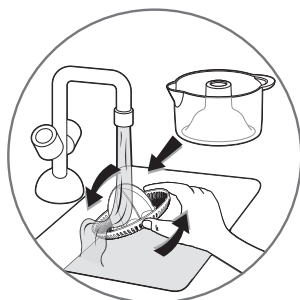

fig.3
- **Débranchez toujours l'appareil avant de nettoyer le bloc moteur (A).**
- Ne pas immerger le bloc moteur (A), ne pas le passer sous l'eau. Nettoyez le bloc moteur (A) à l'aide d'un chiffon humide. Séchez-le soigneusement.
- Nettoyez la verseuse (B) et le cône plastique (C) immédiatement après l'utilisation pour éviter que la pulpe ne colle (fig. 3).
- La verseuse (B), le cône plastique (C) et le couvercle de protection (D) peuvent passer au lave-vaisselle dans le panier du haut en utilisant le programme «ECO» ou «PEU SALE».
- **Always unplug the appliance before cleaning the motor unit (A).**
- Do not immerse the motor unit (A) or place it under running water. Clean the motor unit (A) with a damp cloth. Dry carefully.
- Clean the jug (B) and the plastic cone (C) immediately after use to avoid the pulp from sticking to them (fig. 3).
- The jug (B), the plastic cone (C) and the protective cover (D) may be cleaned in the dishwasher in the top tray using the « ECO » or « SLIGHTLY DIRTY » programme.
- Store with the protective cover (D) in place.
- Haal altijd de stekker uit het stopcontact voordat u het motorblok (A) gaat reinigen.
- Dompel het motorblok (A) niet onder of was het niet onder stromend water. Reinig het motorblok (A) met een vochtige doek. Droog het vervolgens zorgvuldig af.
- Reinig de kom (B) en de kunststof perskegel (C) onmiddellijk na gebruik om te voorkomen dat het achtergebleven vruchtvlees aankeft (fig. 3).
- De kom (B), de kunststof perskegel (C) en het beschermdeksel (D) kunt u in de bovenste korf van de vaatwasmachine wassen, waarbij u het programma "ECO" of "LICHT VERVUILD" gebruikt.
- Breng het beschermdeksel (D) aan wanneer u het apparaat opbergt.
- **Ziehen Sie vor der Reinigung des Motorblocks (A) immer den Netzstecker heraus.**
- Tauchen Sie den Motorblock (A) nicht ins Wasser und halten Sie ihn nicht unter fließendes Wasser. Reinigen Sie den Motorblock (A) mit einem feuchten Tuch. Trocknen Sie ihn sorgfältig ab.
- Reinigen Sie Behälter (B) und Presskegel (C) unmittelbar nach dem Gebrauch, damit kein Fruchtfleisch kleben bleibt (Abb. 3).
- Behälter (B), Presskegel (C) und Schutzabdeckung (D) können mit dem „ECO“ oder „LEICHT VERSCHMUTZT“ Programm im oberen Korb der Spülmaschine gereinigt werden.
- Bewahren Sie das Gerät mit aufgesetzter Schutzabdeckung (D) auf.